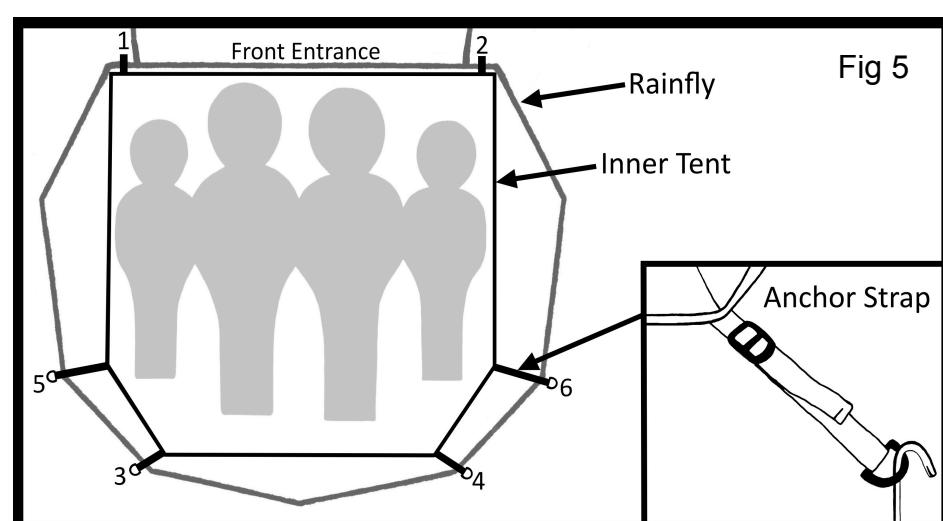

Fig 5
2. Peg out the front corners of the integrated ground sheet making sure they are an even distance from the sides of the rainfly (Fig 5 - Nos 1 & 2). Pull the extended anchor straps from under the rainfly and peg into the ground (Nos 3 & 4). Tighten the anchor strap to tension the groundsheet. Then do the same with the remaining corners (Nos 5 & 6).
2. Leg de voorste hoeken van het geïntegreerde grondzeil zodanig om er zeker van te zijn dat ze op een even afstand van de zijkant van de buittent liggen (Fig. 5 - nrs. 1 & 2). Trek de verlengde ankerbanden uit onder de buittent en zet ze in de grond (nrs 3 & 4). Draai de ankerband vast om het grondzeil aan te spannen. Doe vervolgens hetzelfde met de overige hoeken (nrs 5 en 6).